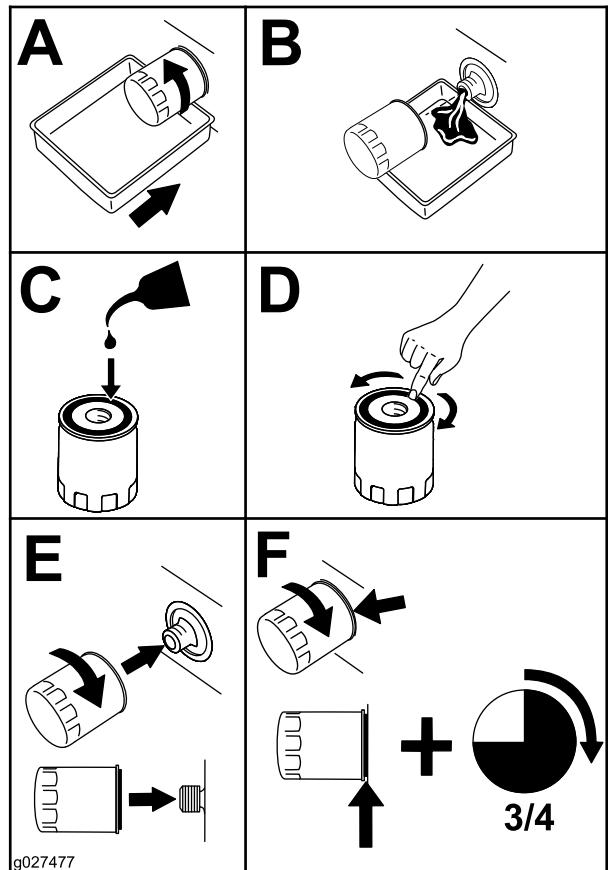

Figura 37
- Sustituya el filtro de aceite del motor (Figura 37).
3. Localice y retire la(s) bujía(s), tal y como se muestra en la Figura 37.